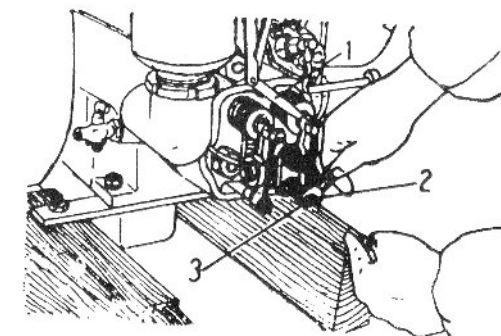

Fig. 10- Ajustar a folga da válvula
3. Soltar a porca de trava e girar o parafuso de ajuste do balancim com uma chave de fenda para ajustar a folga da válvula no valor especificado (a folga da válvula de admissão é 0,35mm, e a da escape é 0,45 mm) usando um calibre medidor introduzido entre a haste da válvula e o balancim. (Fig. 10).